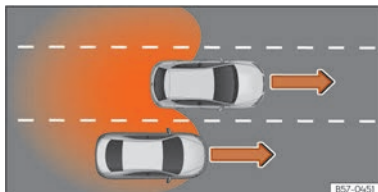

Abb. 133 Überholen auf der mittleren Spur und anschließender Wechsel auf die rechte Fahrbahn.
- Bei Überholung eines anderen Fahrzeugs »» (Abb. 133) mit einer Geschwindigkeitsdifferenz von ca. 10 km/h (6 mph). Erfolgt die Überholung wesentlich schneller, erfolgt keine Anzeige.